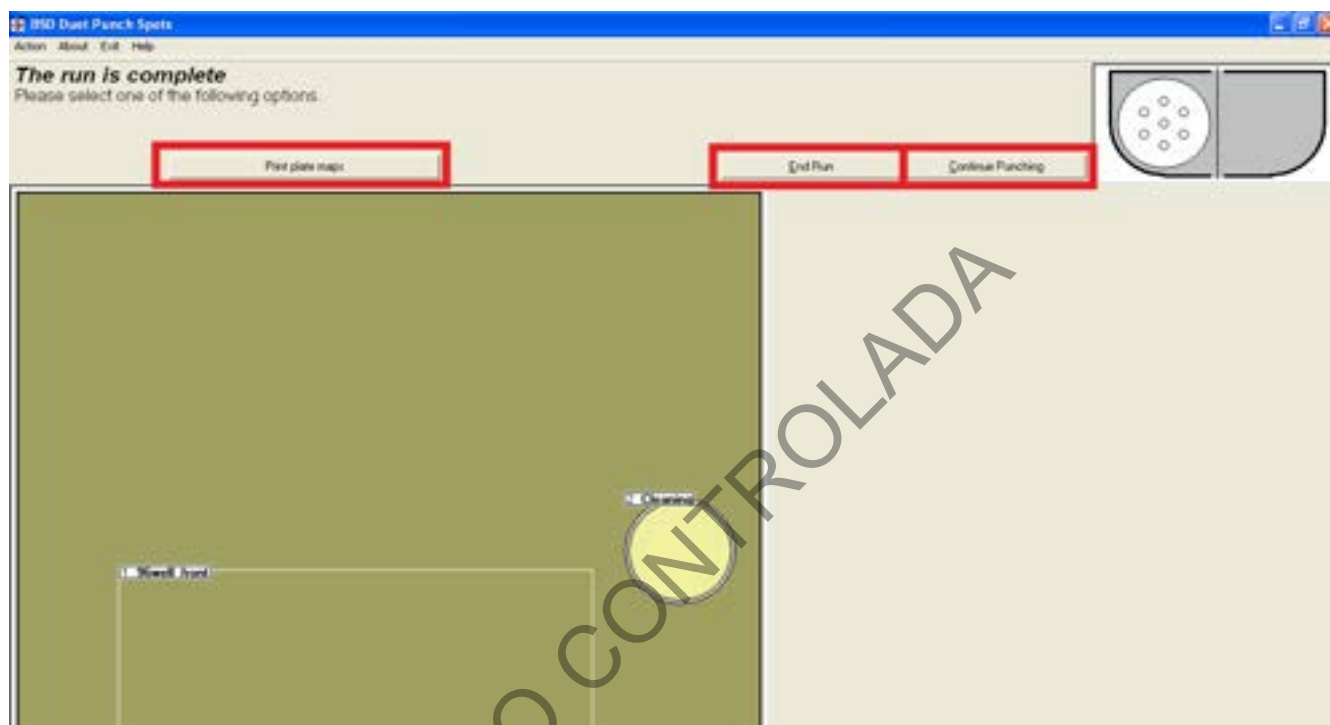

Figura 27. Pantalla de impresión del mapa de la placa o finalización de la corrida
7.3.9 Se despliega una pantalla que indica que la corrida ha finalizado "The run is complete". En esta pantalla se habilitan tres opciones: Imprimir el mapa de la placa "Print plate maps", terminar la corrida "End Run" o continuar el recorte "Continue Punching" (ver figura 27).